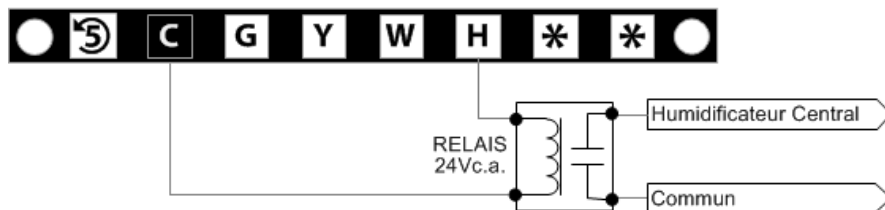

Figure 18 - Branchement à un humidificateur à contacts nets requérant l’usage d’un relais.
- **Équipement commandé par contacts nets.** Dans le cas où un appareil doit être commandé par contacts nets – comme c’est souvent le cas pour les humidificateurs – il faut ajouter un relais (non fourni) qui sera actionné par la tension de 24Vc.a. de la borne correspondante et dont les contacts « normalement ouvert » et « commun » du relais se brancheront aux bornes à contacts nets de l’appareil en question (Figure 18).